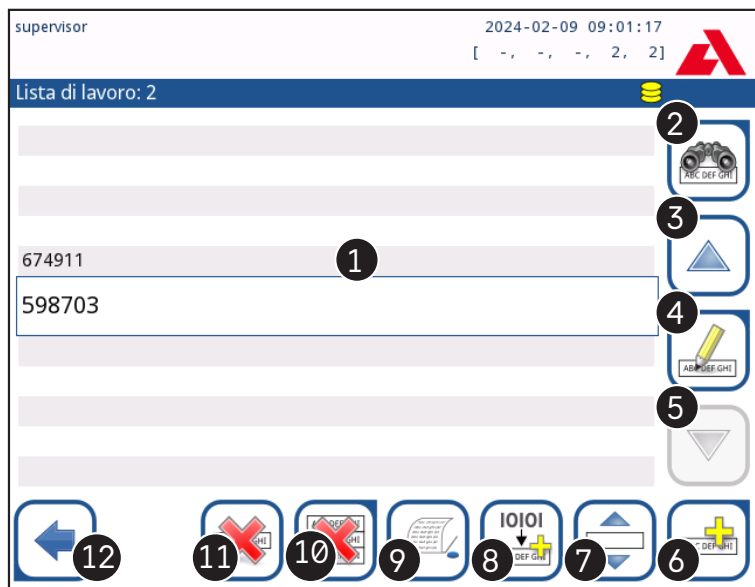

Figura 22: Il menu Elenco lavori (Worklist)
2. Accedere al menu "Elenco lavori" (Worklist - Figura 22) tramite il menu "Misurazione » Menu principale" (Measurement»Main menu) e toccare il pulsante "Scarica elenco lavori da LIS" (Download worklist from LIS).
Legenda della Figura 22: